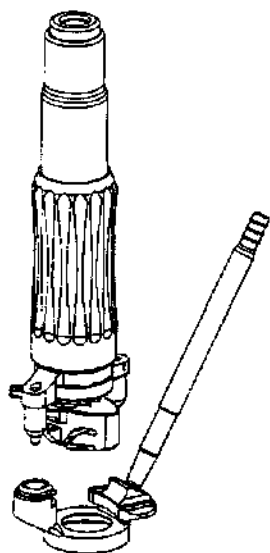

Рис. 4-15: Проверка тока двигателя
3. Проверка тока двигателя: Поместите собранный ручной блок Микрократом ZYOPTIX XR на подходящее вакуумное кольцо путем установки одного из штырей на устройстве рычага в отверстие на выступе вакуумного кольца. Поверните устройство рычага так, чтобы оставшийся штырь вошел в паз рядом с вакуумной рукояткой. Во время этого движения ручной блок придет в исходное положение (fig. 4-15).